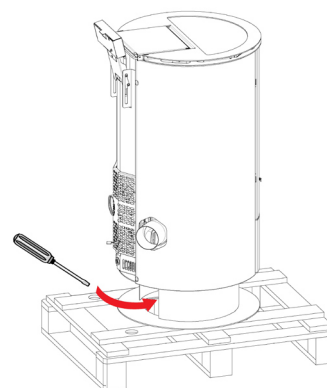

Fig. 2 - Entfernung der Schrauben (Modell Flute)
- Für das Modell **FLUTE**: die Schrauben im Inneren des Sockels, mit denen der Ofen an der Palette befestigt ist, entfernen, (siehe **Fig. 2 auf S. 7**).